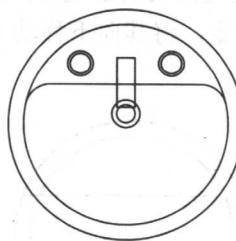

图 5-8 绘制圆
8. 使用“圆”命令，绘制两个直径分别为 55mm 和 36mm 的同心圆，如图 5-8 所示。